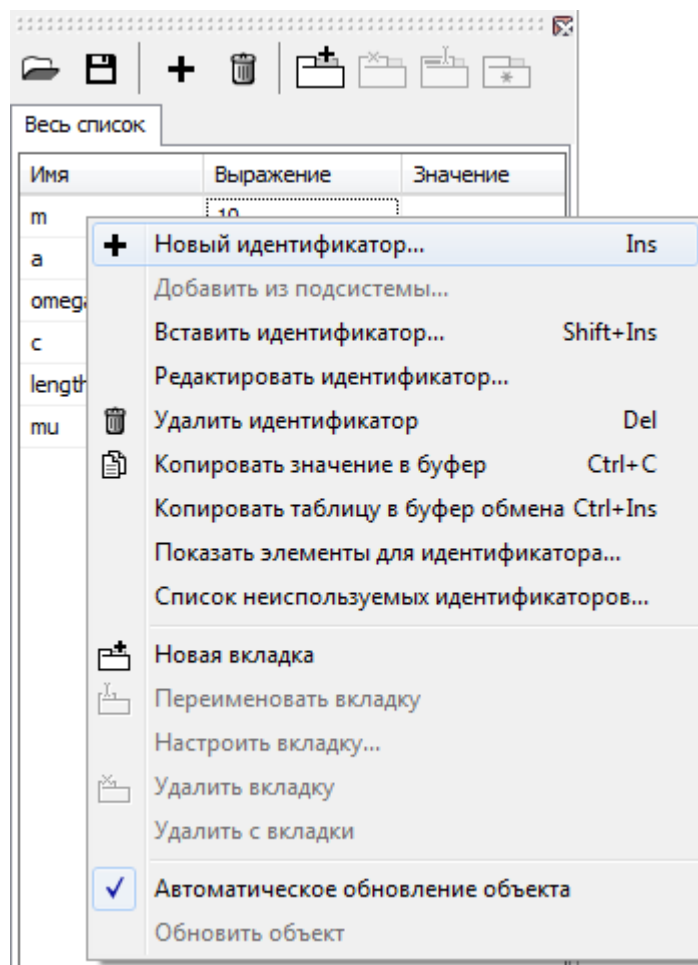

Рис. 2.15. Список идентификаторов
- Итак, добавим два новых идентификатора (параметра) к модели. В списке идентификаторов нажмите кнопку  или выберите пункт **Новый идентификатор** в контекстном меню, рис. 2.15.